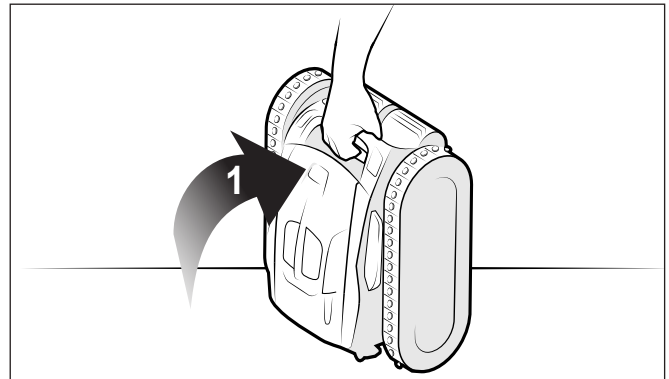

Figure 20. Nettoyeur en position verticale
- Soulever le nettoyeur en position verticale de sorte que la poignée soit vers le haut (Figure 20).